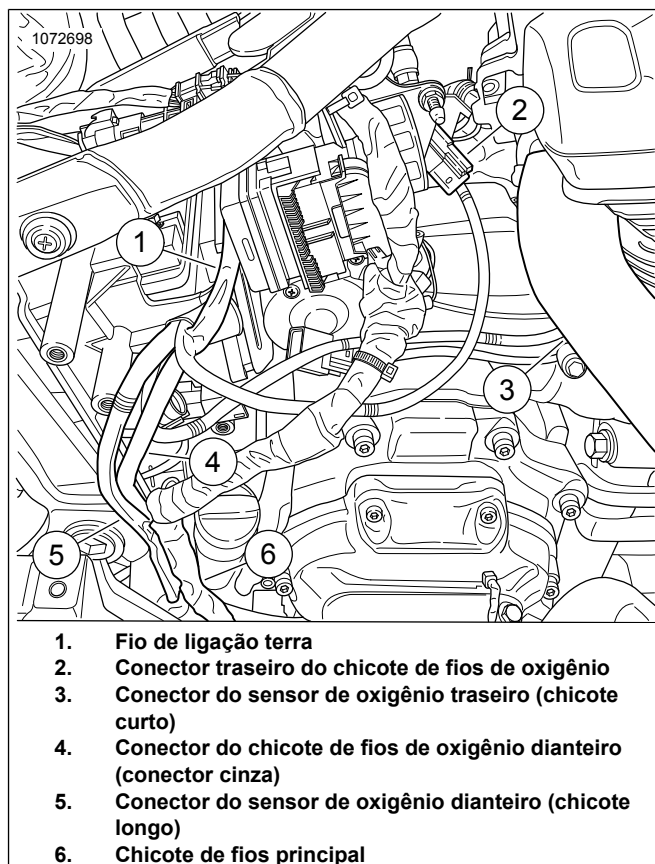
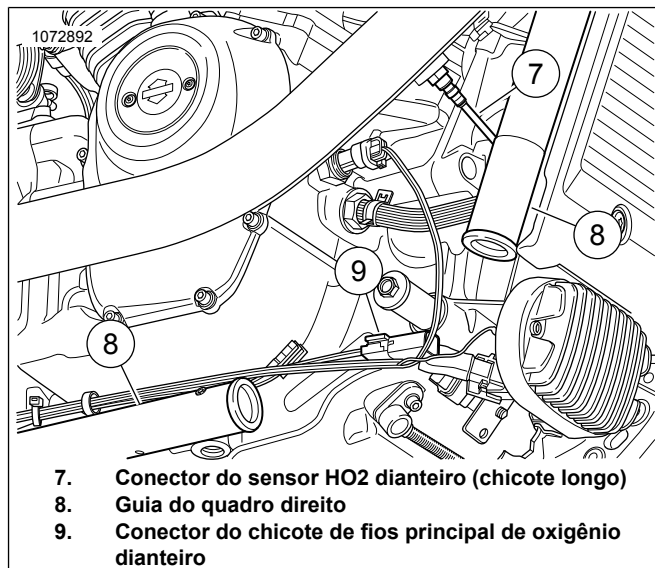

Figura 24. Orientação do chicote de fios do ATM
Figura 25. Orientação do chicote de fios do ATM dianteiro (peças removidas para maior clareza)
16. Veja Figura 24 e Figura 25. Oriente o chicote de fios do oxigênio dianteiro com o conector cinza (4) para fora do compartimento da bateria:
- Localize o chicote de fios principal (6).
- Orienta o chicote de fios (4) com o conector cinza pelo chicote de fios principal em direção ao conector do chicote de fios principal dianteiro (9).
- Fixe o chicote de fios no lado interno da guia do quadro direito (8) com as abraçadeiras se necessário.
17. Oriente o conector do chicote de fios preto (2) no chicote de fios principal. As cores dos conectores devem ser correspondentes: preto com preto.
- Orienta o chicote de fios do sensor de oxigênio dianteiro (5) para fora do compartimento da bateria.
- Orienta o chicote de fios (5) pelo chicote de fios principal até o sensor de oxigênio dianteiro (7).